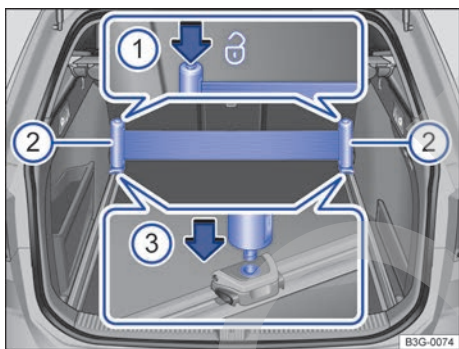

Fig. 209 En el maletero: desmontar y montar la cinta de fijación.
- Sujete los soportes de la cinta de fijación → fig. 209 **2** con las dos manos y presione y mantenga presionadas las dos teclas de la cinta → fig. 209 **1**.
- Coloque, uno tras otro, los soportes de la cinta en el rebaje de la argolla de amarre desplazable correspondiente → fig. 209 **3** (flecha pequeña) y encástrelos.
- Suelte las teclas de la cinta → fig. 209 **1**.
- Presione las teclas de la cinta → fig. 209 **1** para tensarla.
Desmonte los dos soportes de la cinta de fijación → fig. 209 **2** siempre uno tras otro.
- Presione y mantenga presionada la tecla correspondiente de la cinta → fig. 209 **1**.
- Retire el soporte → fig. 209 **2** de la argolla de amarre desplazable hacia arriba.
- Junte los dos soportes de la cinta → fig. 209 **2** despacio. La cinta se enrolla automáticamente.